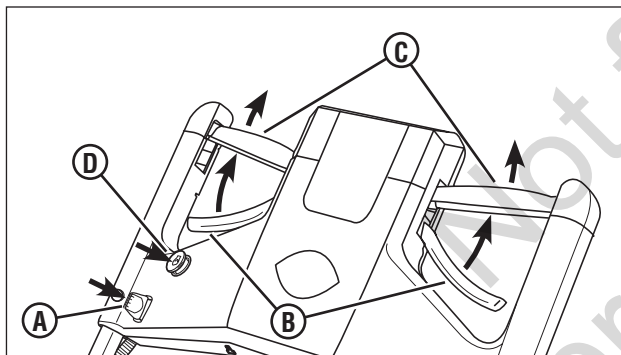

Figura 3: Encendido del cortacésped
1. Enchufe la llave de acceso (**A, Figura 3**) en la ranura de conexión de la consola de control.